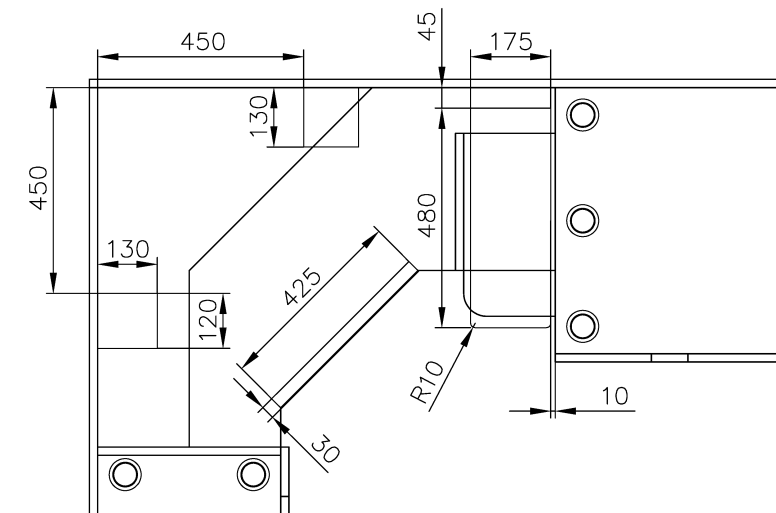

Рис. 5.2 ▼ Размеры прямоугольных конструктивных элементов и оборудования, расположенных в угловой части рабочей зоны
Мы начнем работу над перечисленными выше объектами, отталкиваясь не от размещения соответствующих элементов рабочей зоны по высоте, а от формы и расположения их на виде сверху. Такой подход позволит нам обсудить сходные инструменты и приемы черчения, а также хорошо увидеть, в чем они отличаются. В частности, на рис. 5.2 приведены размеры прямолинейных элементов, которые сосредоточены в угловой части рабочей зоны: полочки стоек под компакт-диски, порожек нижней полки и системный блок.
Полочки имеют прямоугольную форму и одинаковые размеры (120 × 130 мм). На рис. 5.2 показаны оба размера только одной полочки, поскольку для второй достаточно указать лишь один размер и расстояние от других элементов чертежа. Порожек имеет длину 425 мм и ширину 30 мм. На рис. 5.2 это не показано, чтобы не загромождать чертеж лишними размерами, но нижняя граница кон-
Как видно из рис. 5.2, полочки стоек компакт-дисков расположены симметрично и имеют одинаковые размеры. Логично предположить, что их можно создать с помощью одинаковых приемов черчения или вообще получить второй экземпляр соответствующего объекта путем копирования или зеркального отображения. Однако мы создадим их, во-первых, с помощью несколько различных приемов черчения, а во-вторых, будем использовать для этого режимы, с которыми вы пока не сталкивались.
2. С помощью инструмента **Окно зумирования** (Zoom Window) измените масштаб просмотра так, как это показано на рис. 5.2 (окружности, обо-
9. Введите в командном окне **130** (как видно из рис. 5.2, это длина прямоугольника, который нам нужно начертить).
1. Запустите инструмент **С линиями** (Line), а затем щелкните на кнопке **Смещение** (Snap From) панели инструментов **Объектная привязка** (Object Snap) (или воспользуйтесь аналогичной командой контекстного меню, открываемого при щелчке *правой* кнопкой мыши с нажатием **Shift**). В командном окне после обычного приглашения команды **отрезок** (LINE) (**Первая точка:** (Specify first point:)) появится команда запуска соответствующего режима привязки, автоматически введенная AutoCAD (**\_from**), а затем первое приглашение этой команды (**Базовая точка:** (Base point:)). Иными словами, после включения режима **Смещение** (Snap From) сначала нужно задать точку, которая будет использоваться в качестве базовой. В нашем случае мы знаем расстояние от левого угла рабочей зоны до левой вертикальной линии контура вычерчиваемой полочки, которое составляет 450 мм (см. рис. 5.2). Поэтому логично выбрать в качестве базовой именно верхнюю точку внутренней вертикальной границы левой боковой стенки рабочей зоны, от которой на рис. 5.2 отсчитывается расстояние до контура полочки правой стойки.
4. Добившись появления пунктирной линии, введите в командном окне **10** (как видно из рис. 5.2, контур системного блока отстоит от контура большой тумбы на 10 мм).
5. Как вы помните из главы 2, расстояние между тумбой системного блока и задней стенкой рабочей зоны составляет 100 мм (см. рис. 4.3), а между системным блоком и задней стенкой – 45 мм (см. рис. 5.2). Поэтому переместите указатель-перекрестие вверх от полученной точки (рис. 5.9) и введите **55** ( $100 - 45 = 55$  мм).
Мы же пока займемся вычерчиванием контура порожка, представляющего собой прямоугольник, развернутый на  $45^\circ$  и смещенный от линии угловой нижней полки на 2 мм (на рис. 5.2 это смещение не показано). Для этого вы познакомитесь с новым режимом, который напоминает режим **ОРТО** (ORTHO), но применительно к объектам, расположенным под углом.
- AutoCAD создаст первый сегмент ломаной линии, расположенный под углом  $45^\circ$  длиной 28 мм. Переместите указатель-перекрестие влево и вниз от второй точки полученного сегмента также примерно под углом  $45^\circ$ . Добившись изображения, представленного на рис. 5.13, введите в командном окне **425** (см. рис. 5.2).